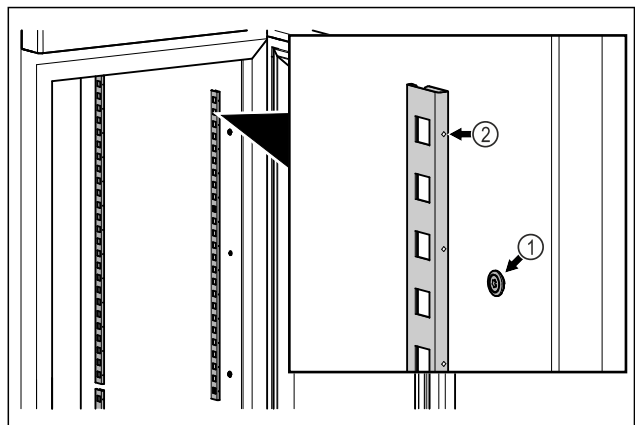

Fig. 54 例图
- ▶ 让止动条挂在悬挂装置 Fig. 54 (1) 上。标记 Fig. 54 (2) 必须指向前方。